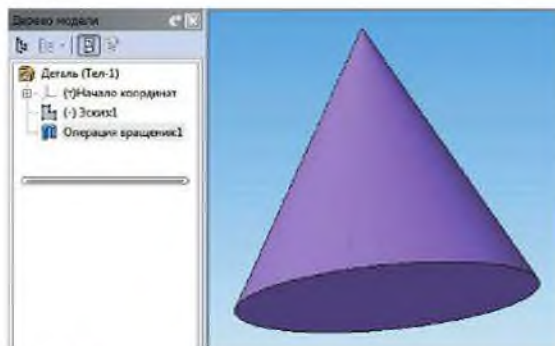

Рисунок 5.18 Модель конуса, полученная операцией *Вращения*
10) Если построения были выполнены верно, то на экране появится модель конуса (рисунок 5.18).